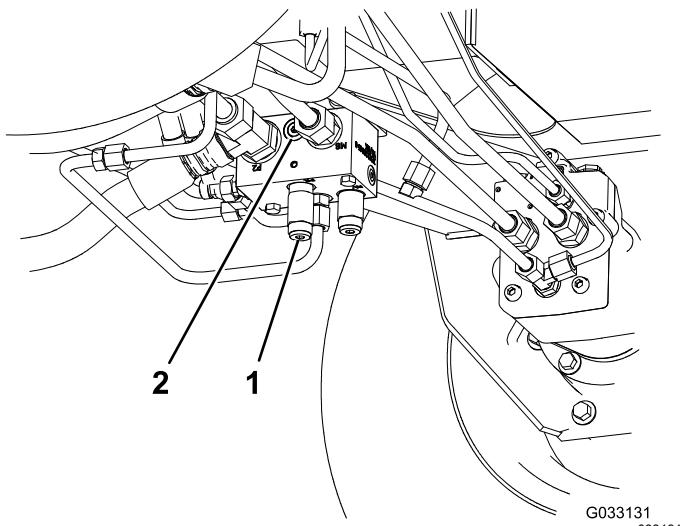

図 61
1. 後部走行マニホールドのポート M8 と P2 との間にあるマークなしのポートに故障診断用フィッティングを取り付ける図 61。